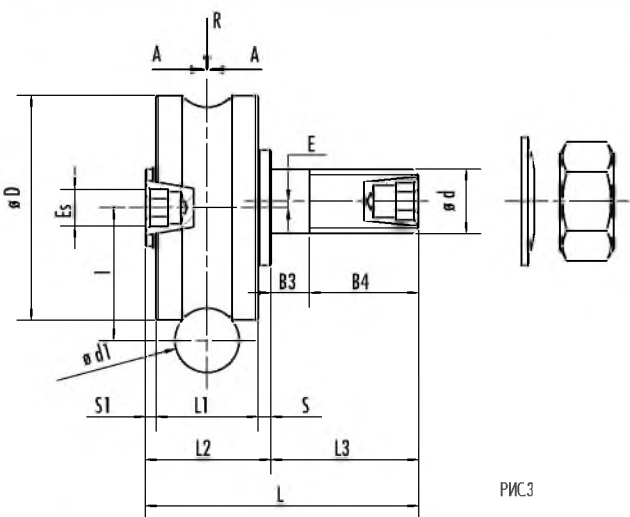

РИС.3
**РОЛИКИ С ПОЛУКРУГЛЫМ ЖЕЛОБОМ РИС. 3**